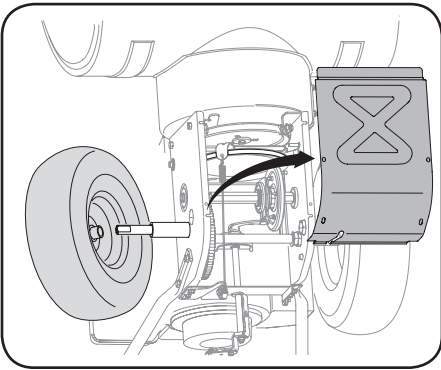

Figure 4-20
4. Démontez le couvre-châssis du dessous de la soufflreuse en retirant les quatre vis auto-taradeuses qui le maintiennent en place. Voir la Figure 4-4. Démontez la roue de droite en enlevant la vis et la rondelle creuse qui la maintiennent sur l'essieu. Voir la Figure 4-20.